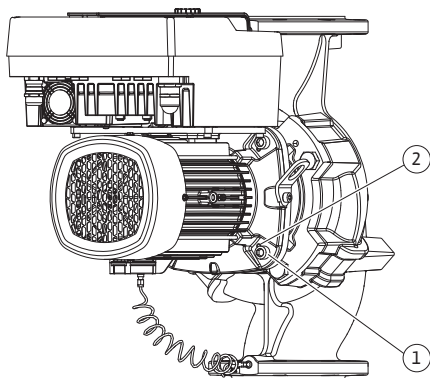

Fig. 10: Insteekset er via draadboringen af-drukken
5. Draai de schroef (Fig. I en Fig. III, pos. 10) los om het fixatieplaatje van de verschildruksensor (Fig. I, pos. 13) los te maken van de motorflens. Laat de verschildruksensor (Fig. I, pos. 8) met fixatieplaatje (Fig. I, pos. 13) aan de drukmeetleidingen (Fig. I, pos. 7) hangen. Koppel de aansluitkabel van de verschildruksensor in de elektronicamodule los.
6. Druk de insteekset (zie Fig. 4) van het pomphuis af. Gebruik daarvoor de 2 draadboringen (zie Fig. 10). Draai M10-schroeven met een geschikte lengte in de draadboringen om de zitting los te maken.
8. Draai de 2 onverliesbare schroeven op het beschermplaatje (Fig. I, pos. 27) los en verwijder het beschermplaatje.
9. Steek een moersleutel (sleutelwijdte 18, 22 of 27 mm) in het lantaarnvenster en houd de as aan de sleutelvlakken vast (Fig. I, pos. 16). Draai de waaiermoer (Fig. I, pos. 21) eruit. De waaier (Fig. I, pos. 21) wordt automatisch van de as getrokken. Gebruik bij gietijzeren waaiers een aftrekker.
10. Draai, afhankelijk van het type pomp, de schroeven (Fig. II, pos. 10a) of (Fig. II, pos. 10b) los.
11. Maak het lantaarnstuk met een tweearmige aftrekker (universele aftrekker) los van de motorcentrering en trek dit van de as. De mechanische afdichting (Fig. I, pos. 25) wordt dan tegelijk verwijderd. Vermijden dat het lantaarnstuk kantelt.
12. Als de mechanische afdichting is beschadigd, druk dan de tegenring (Fig. I, pos. 26) van de mechanische afdichting uit de zitting in het lantaarnstuk. Nieuwe tegenring in het lantaarnstuk zetten.